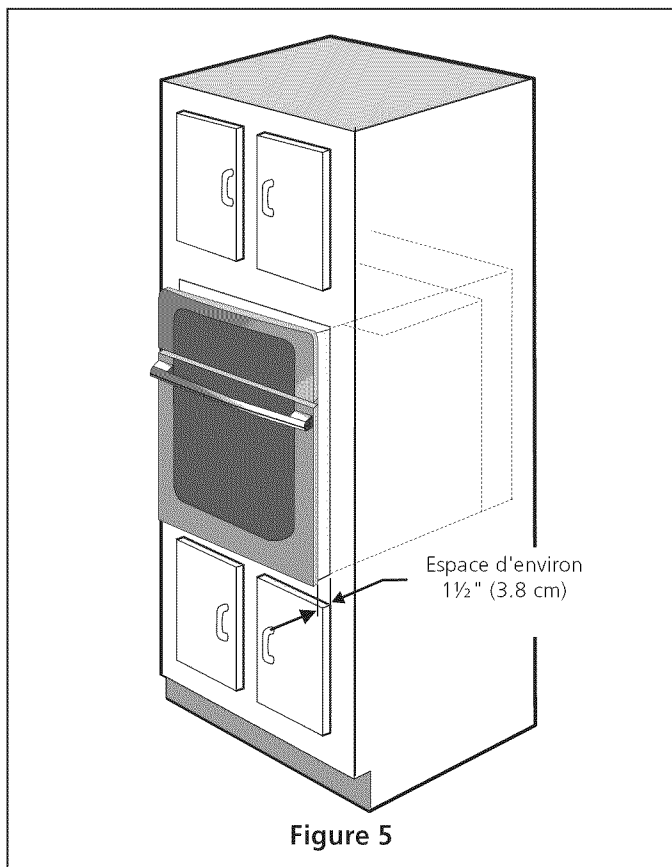

Figure 5
- 3 Insérez l'appareil dans le découpage de l'armoire. Glissez l'unité vers l'intérieur en laissant un espace de 1½" (3.8 cm) entre le four et le devant de l'armoire (voir figure 5).